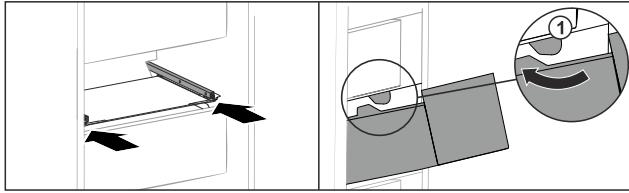

Fig. 168
- Обвести висувний ящик навколо стопора Fig. 168 (1).